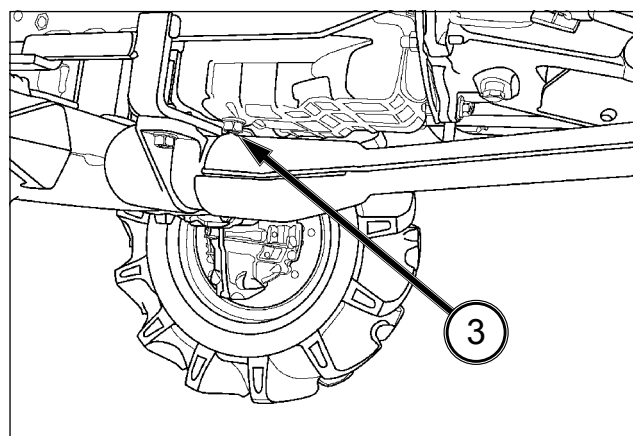

FIG. 92
FIG. 92 : Pour vidanger l'huile moteur - Utilisez le tracteur jusqu'à ce que l'huile soit suffisamment chaude. Retirez le bouchon de vidange (3) du moteur et laissez s'écouler toute l'huile.